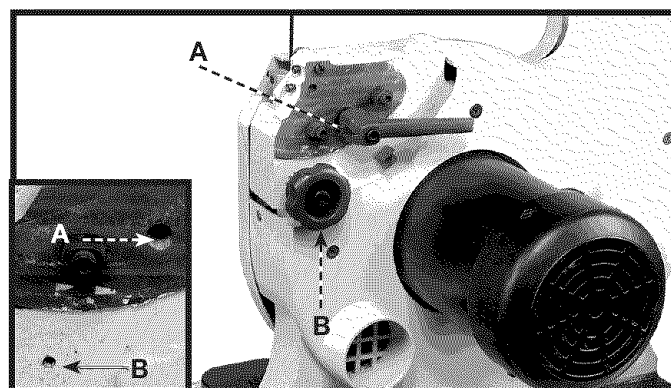

Fig. 10
1. Retirer le levier de verrouillage de la table (A) fig. 10, et le bouton d'inclinaison de la table (B). Veuillez prendre soin de ne pas perdre ces pièces. (Ces composants ont été assemblés à l'usine à des fins de transport seulement.)